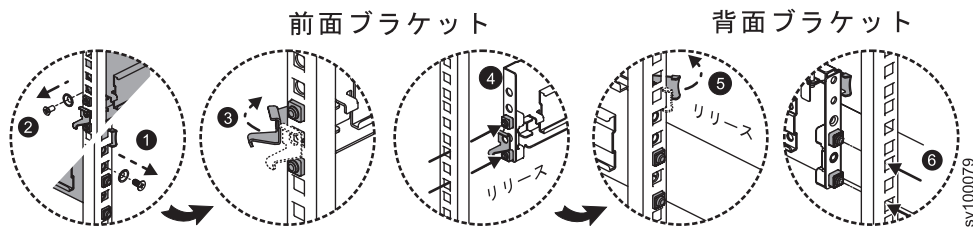

図 53. スライド・レールの取り外し
2. 図 53 に示すように、スライド・レールを取り外します。